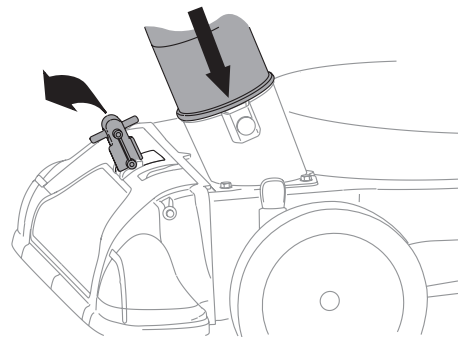

Figure 12
1. Placez le levier de sélection de mode d'aspiration à la position la plus éloignée du boyau pour aspirer par le boyau. Voir Figure 12.
2. Avant d'utiliser le boyau d'aspiration, assurez-vous que la goupille à ressort est insérée dans le deuxième trou du raccord du boyau. Voir Figure 12.